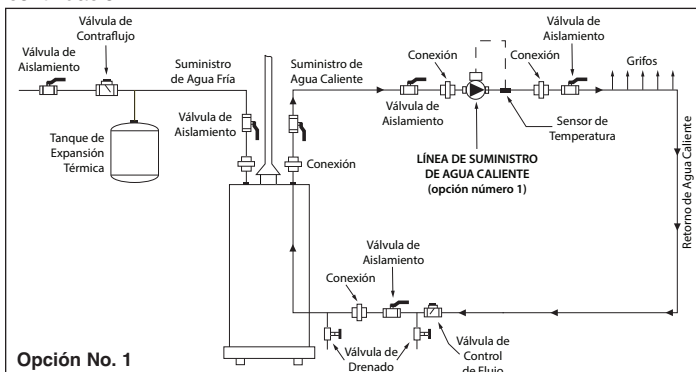

Figura 2: Diagrama de instalación (solamente para la explicación)
Línea de Suministro de Agua Caliente (Opción No. 1) - Instale el SmartPlus en la línea de suministro de agua caliente doméstica con el bombeo en dirección contraria a la fuente del agua caliente doméstica. El sensor externo que se proporciona con el SmartPlus debe instalarse en la línea de suministro del agua caliente doméstica. Consulte la Figura 2 a continuación.
1. Instale el SmartPlus en línea en la línea de suministro de ACS aguas abajo de la fuente de agua caliente como se muestra en la Figura 2. Asegúrese de que la flecha direccional en la carcasa esté instalada con la flecha apuntando lejos de la fuente de agua caliente.
2. Instale todos los demás componentes del sistema como se muestra en el diagrama de tuberías de la Figura 2.
4. Cierre la válvula de aislamiento ubicada en la línea de retorno entre el calentador de agua y la válvula de control de flujo (vea la Figura 2).
8. Conecte el sensor de temperatura externo incluido en el receptáculo "TEMP SENSOR" ubicado a un lado de la base del capacitor. Conecte el sensor en la línea de suministro de agua caliente corriente abajo de la bomba usando el conector negro de cinta de cierre suministrada. Vea la Figura 2.